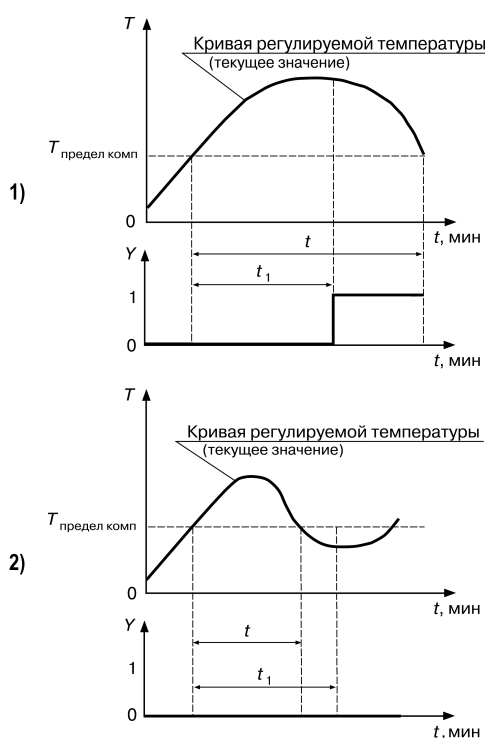

Рисунок 7.21 – Задержка срабатывания компаратора: 1) $t > t_1$, компаратор срабатывает 2) $t < t_1$, компаратор не срабатывает
- если время нахождения регулируемой величины $t > t_1$ (времени задержки срабатывания компаратора), то компаратор срабатывает, рисунок 7.21, 1);
- если время нахождения регулируемой величины $t < t_1$, то компаратор не срабатывает, рисунок 7.21, 2).